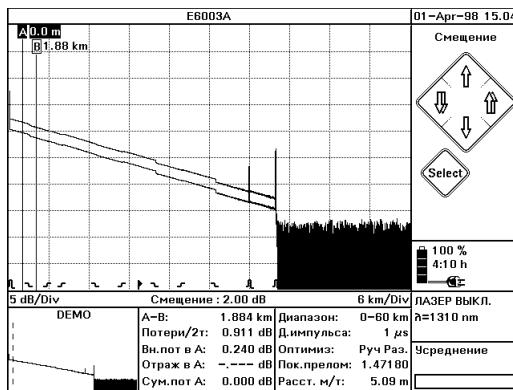

Рис. 43 Две рефлектограммы на одном экране
- Получите вторую рефлектограмму, как описано в шаге 1. Теперь будут показаны две рефлектограммы (Рис. 43).